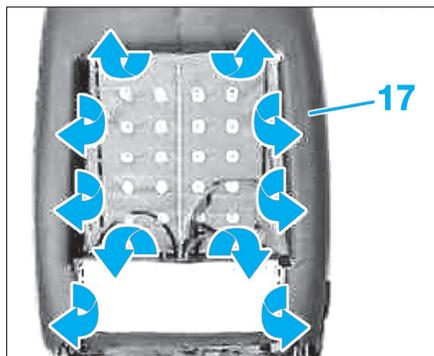

Fig. 20
- Décrocher le garnissage de dossier (17) du cadre de dossier (Fig.20).